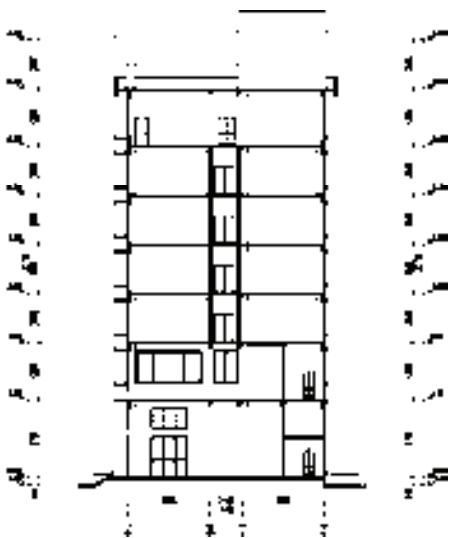

图 15-192 删除标注
- 1) 调用“删除”命令, 删除标注门窗的细部尺寸, 如图 15-192 所示。